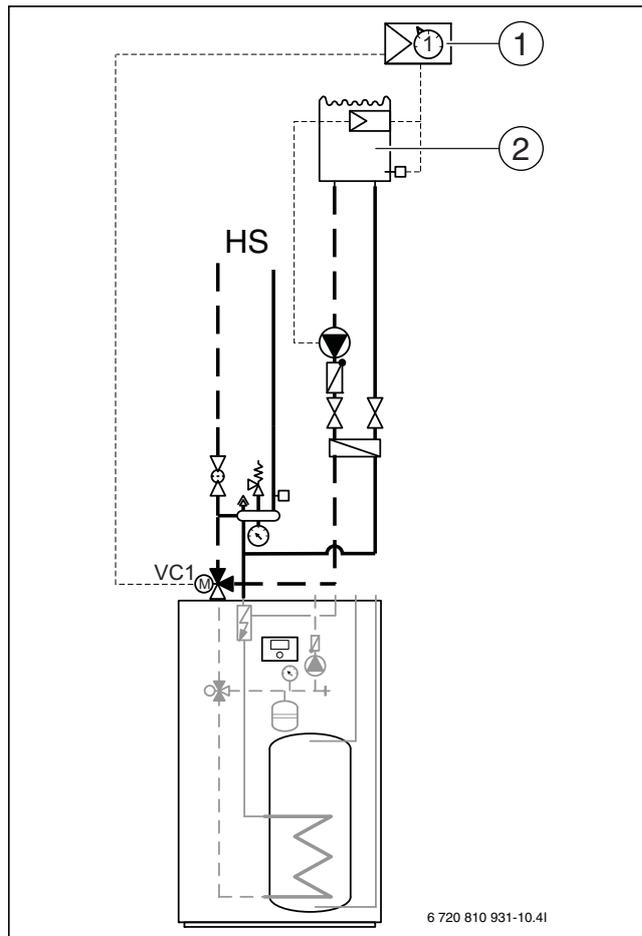

Рис. 12 Пример отопительной системы с бассейном
- ▶ Установите смеситель бассейна в обратную линию к внутреннему блоку (→ [VC1] рис. 12).